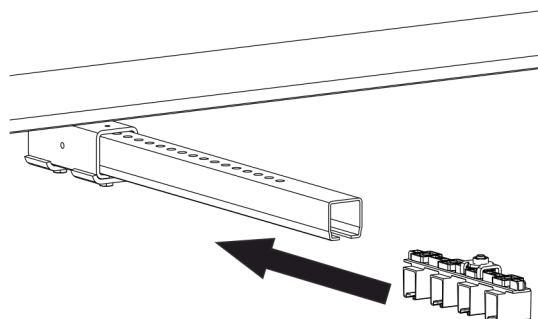

Abb. 65: Kompaktschienenhalter in Spannarm/C-Schiene schieben
- Den Kompaktschienenhalter in die C-Schiene/Spannarm schieben (siehe Abb. 65). Genaues Maß bitte den projektspezifischen Unterlagen entnehmen.